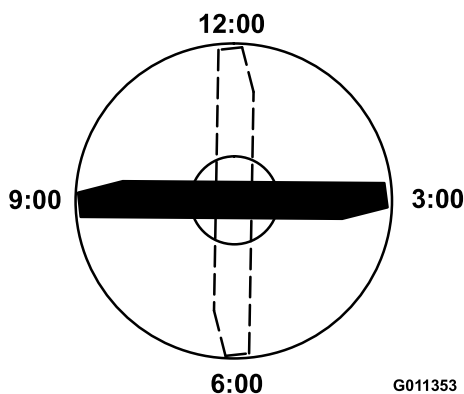

Figura 98
4. Orientate il tagliente dell'estremità marcata della lama sulle ore 12 (esattamente in avanti, nel senso di falciatura) (Figura 98) e misurate l'altezza tra il banco e il tagliente della lama.
5. Ruotate l'estremità marcata della lama sulle ore 3 e sulle ore 9 (Figura 98) e misurate le rispettive altezze.